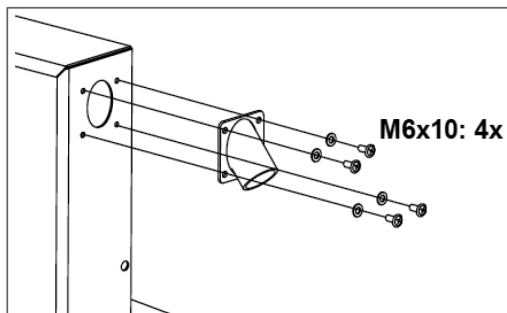

Рис. 12
• Установите адаптер для подключения к пылесосу с помощью четырёх винтов М6*10 (только для модели СПЛ 0518) (рис. 12).